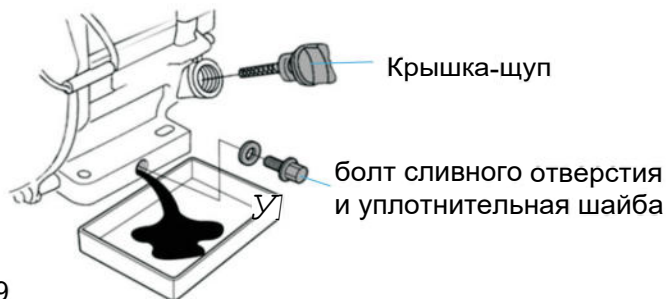

Рис. 19
1. Подготовьте емкость для слива отработанного масла и разместите ее под сливным болтом на картере двигателя. Отверните сливной болт (см. рис. 19). Чтобы масло легче сливалось снимите крышку-щуп с горловины патрубком для заливки масла.